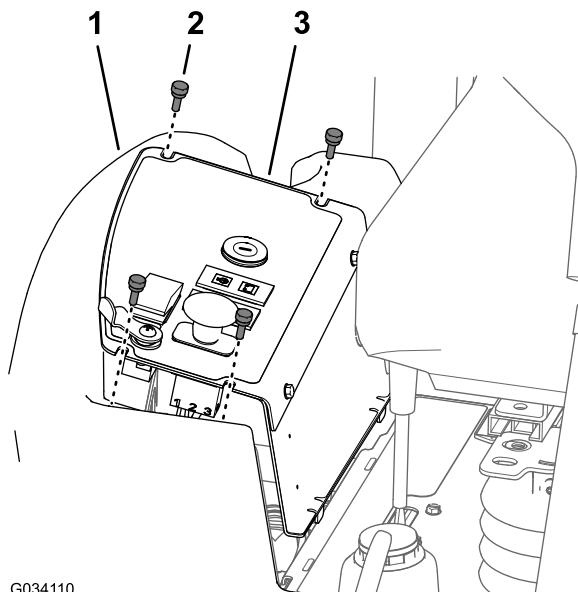

Figura 57
1. Rimuovete le 4 viti a testa zigrinata che fissano la piastra del pannello di controllo al serbatoio del carburante (Figura 57).
2. Sollevate la piastra del pannello di controllo (Figura 57).
3. Allineate le 2 scanalature nella parte superiore della piastra del pannello di controllo con i fori nella flangia del serbatoio del carburante (Figura 57).
4. Montate la piastra del pannello di controllo sulla flangia del serbatoio del carburante con le 4 viti a testa zigrinata (Figura 57) rimosse al passaggio 1 di Rimozione della piastra del pannello di controllo (pagina 47).